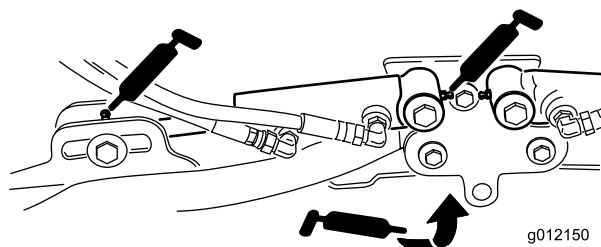

Figure 52
- Vérins des bras de relevage des plateaux de coupe (x 2) (Figure 52)
- Pivots des bras de relevage (x 1) (Figure 52)